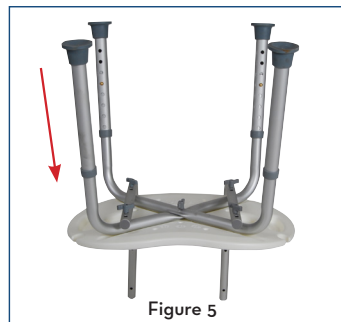

Figure 5
6. Insérer les jambes (G) dans des trames de jambes en appuyant punaises, les pattes coulissant sur le récipient et la mise à la hauteur désirée. Assurez-vous que toutes les jambes sont réglées à la même hauteur (figure 5).